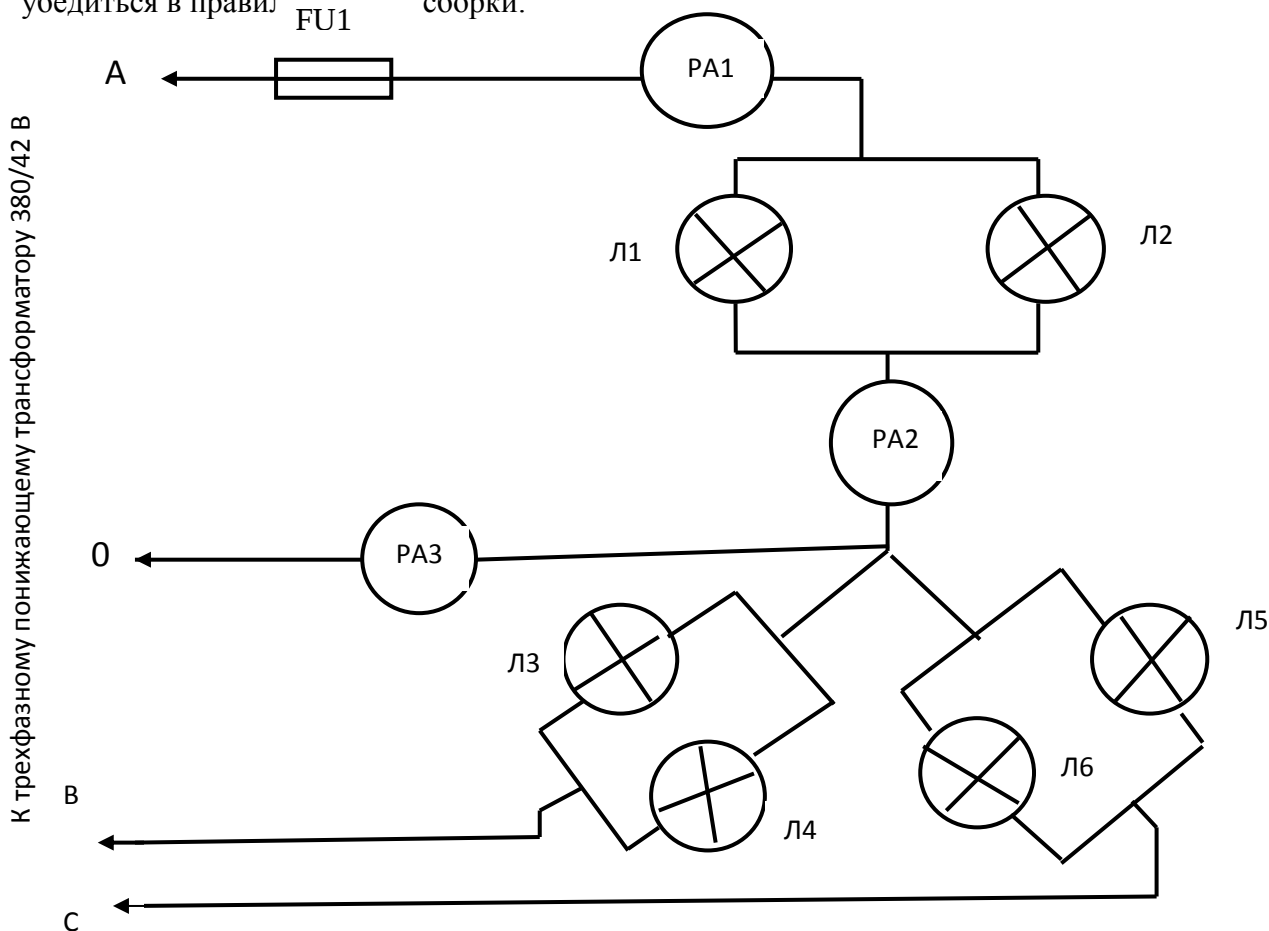

Рисунок 17 Схема соединения потребителей электрической энергии (ламп накаливания) звездой
7.1 Собрать электрическую схему соединения ламп накаливания в звезду (рисунок 17), убедиться в правил сборки.